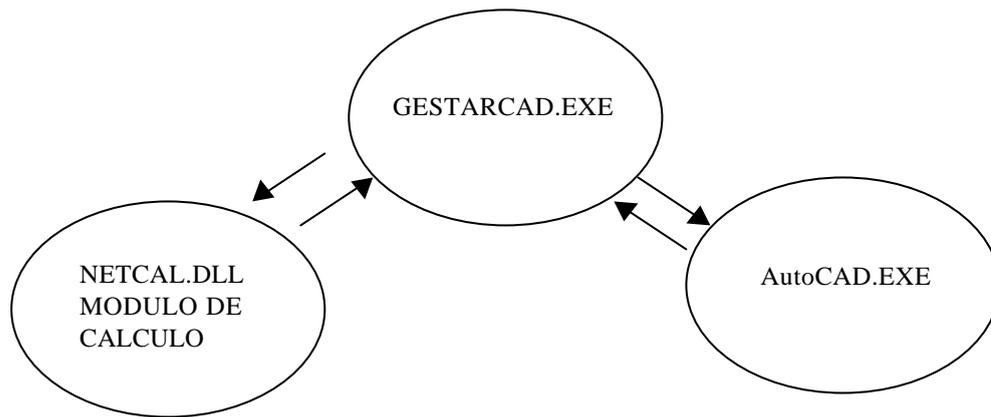

Figura 1. Diagrama de funcionamiento de los tres módulos básicos.
*GestarCAD* consta de tres módulos básicos entrelazados, *GestarCAD.exe*, *Netcal.dll* y *AutoCAD.exe* que abordan diversas tareas complementarias. En la Figura 1 se puede observar el diagrama de flujos de los tres módulos, siendo el módulo de *GestarCAD.exe* el que controla los otros dos módulos, interconectándolos entre sí por medio de este módulo.